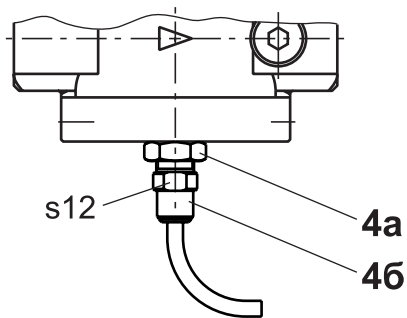

Рис. 6
- отверните контргайку 4а на корпусе 4б датчика положения (см. рис. 6);